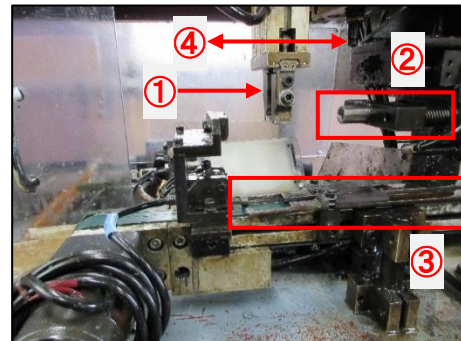

図 3
- (1) ローダ爪の交換(図 3-①)
- (2) ワーク向き確認ゲージの交換(図 3-②)
- (3) ベルトコンベア ガイドの幅調整(図 3-③)
- (4) ローダ前後位置の調整(図 3-④)
- (5) 板シュートへのポカヨケ(逆向き投入防止)の取り付け